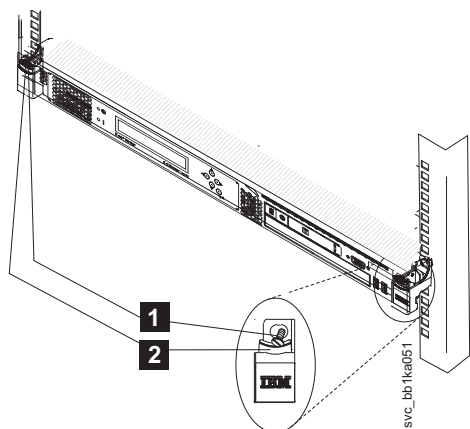

図 18. SAN ボリューム・コントローラー 2145-CG8 または 2145-CF8 のリリース・ラッチおよび取り付けねじ
- a. ノードの前面から、オプションの M6 ねじ (37 ページの図 18 の **1**) を取り外します。